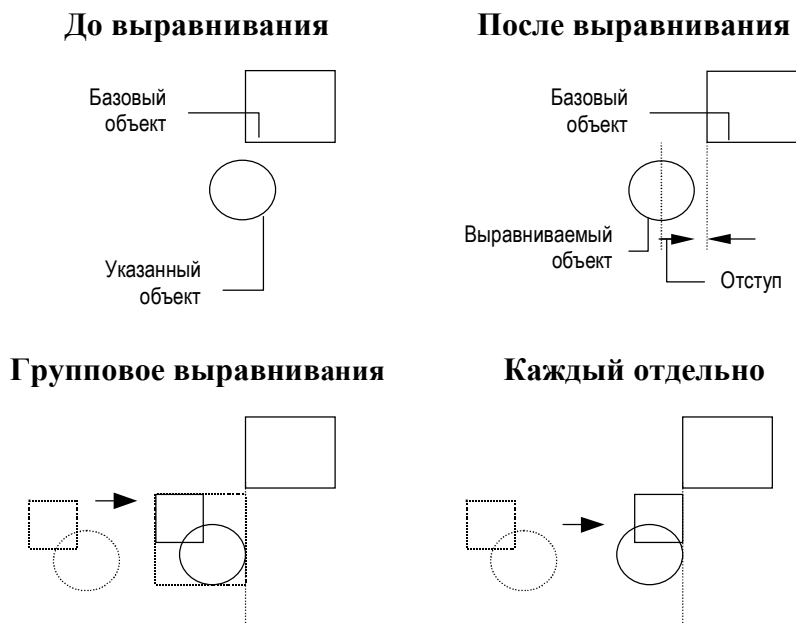

Рис. 46 Пример выполнения операции выравнивания
**Отступ** определяет, величину зазора между указанным и базовым объектами после выравнивания (рис. 46). Данная величина может быть отрицательной. Например, для выравнивания самой правой точки указанного объекта
**Каждый отдельно** переключает инструмент в режим отдельного выравнивания каждого из указанных объектов, иначе все объекты будут выровнены сразу, по их общему объемлющему прямоугольнику (рис. 46).